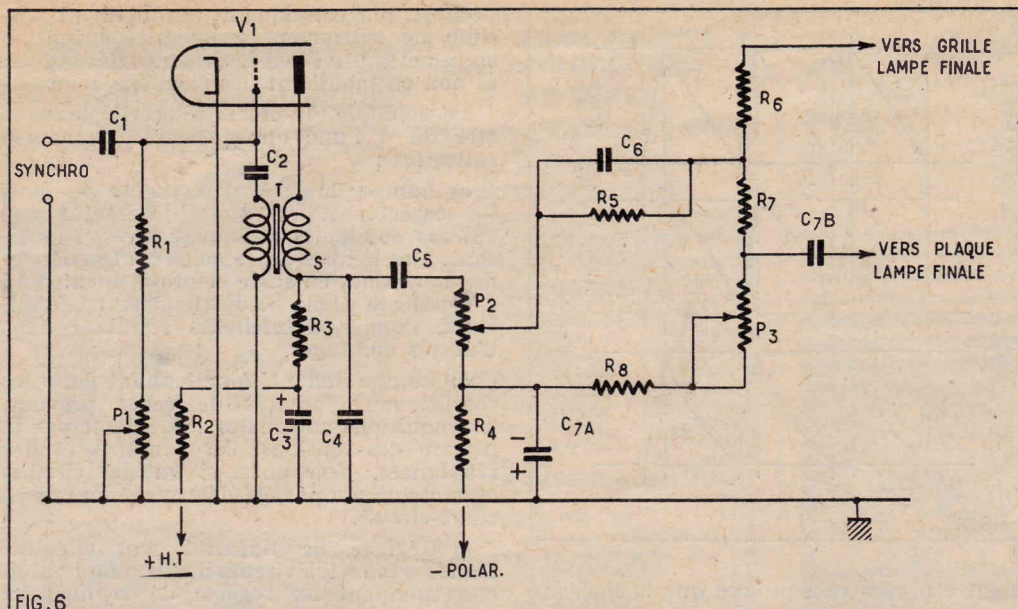

FIG. 6
c) Réglage de linéarité mal effectué. Dans certains téléviseurs il existe un bouton correspondant au réglage de la linéarité verticale. Il se peut que quelqu'un ait touché à ce bouton au cours du dépannage ou d'une vérification. Un exemple de réglage de linéarité est celui effectué avec le potentiomètre R_2 . Il en existe d'autres agissant soit sur les circuits correcteurs, soit sur un dispositif de contre-réaction (voir fig. 6).
Il existe de nombreuses variantes d'oscillateurs blockings parmi lesquelles celle de la figure 6 est très répandue en France. Les valeurs des éléments sont les suivants dans un montage blocking adopté par une marque réputée :
Résistances (fig. 6).